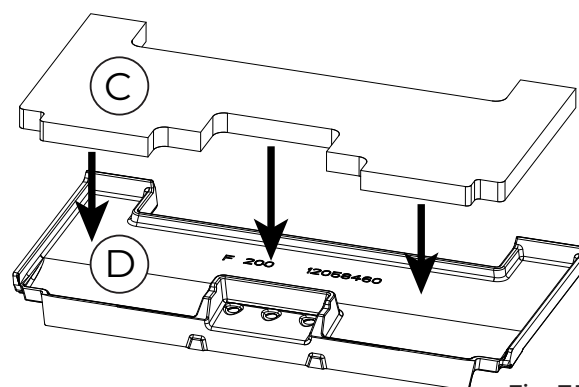

Fig. 7.11
6	Inserire il pannello isolante (C) sulla nuova piastra posteriore (D) (Fig 7.11)